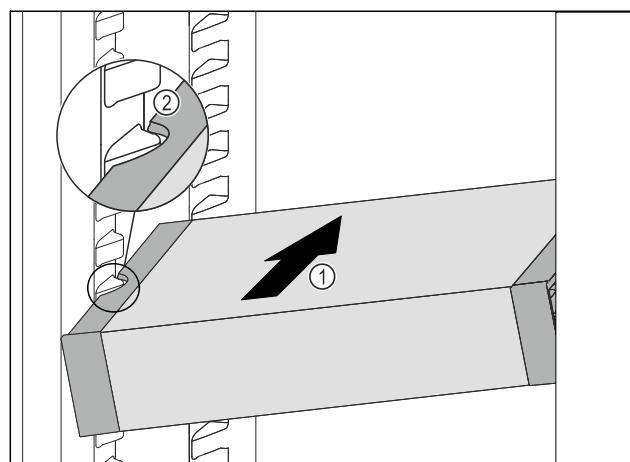

Fig. 45
- Вдвигайте VarioSafe под наклоном в холодильное отделение Fig. 45 (1), пока боковые выемки Fig. 45 (2) VarioSafe не окажутся на высоте выступа резервуара в холодильном отделении.